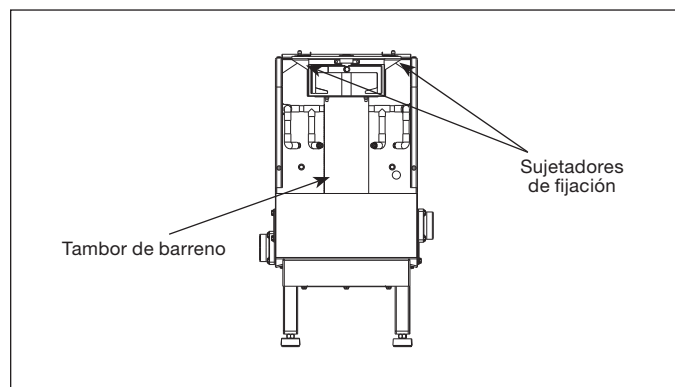

Figura 26.
4. Deslice el barreno y el tambor hacia arriba y hacia afuera (ver Figura 26).